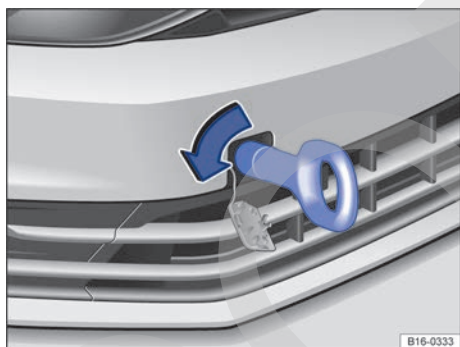

Fig. 193 En el lado derecho del paragolpes delantero: enroscar la argolla de remolque.
El alojamiento de la argolla de remolque enroscable se encuentra en el lado derecho del paragolpes delantero detrás de una tapa → fig. 193.
- Enrosque la argolla de remolque en el alojamiento girándola al máximo **en el sentido contrario al de las agujas del reloj** → fig. 193 → ⓘ. Utilice un objeto adecuado con el que pueda enroscar completa y firmemente la argolla de remolque en su alojamiento.